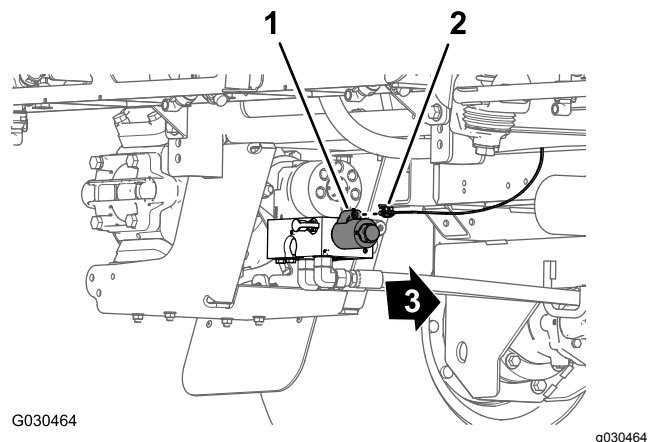

Bild 95
1. Schließen Sie an der Rückseite der Maschine, innen an der Sprühpumpe, den 2-Buchsen-Stecker, der mit **Spray Pump Solenoid** beschriftet ist, des 86,6-cm-Kabelbaumzweigs am 2-Stift-Stecker des Relais für die Pumpe an (Bild 95).